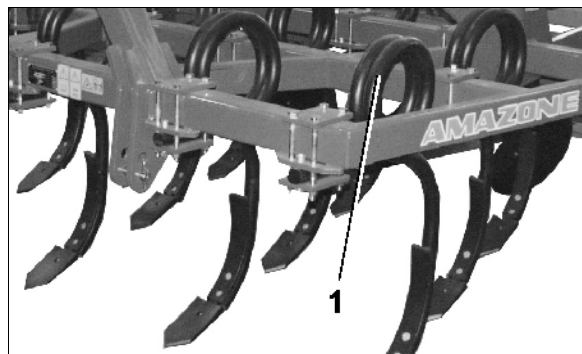

Fig. 12
- **Runda pinnar (Fig. 12/1)**